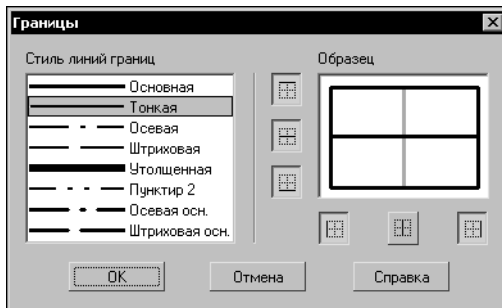

Рис. 72.7. Диалог настройки границ
Управление отображением и стилем линии границ ячеек производится в диалоге настройки границ (рис. 72.7). Для его вызова служит команда **Границы**.
1. Вызовите диалог настройки границ (рис. 72.7).